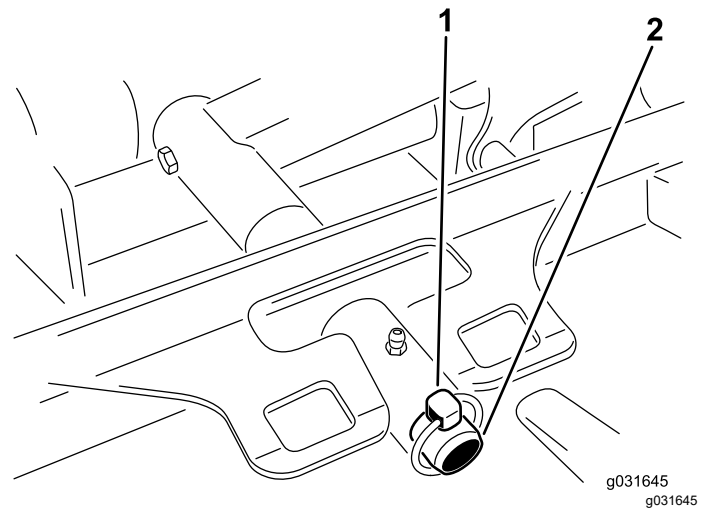

Figura 70
3. Scoatei tiftul de prindere sau piulia de refixare care fixează cadrul suportului unității de tăiere de tiftul pivotului braului de ridicare (Figura 70).
3. Glisai cadrul suportului unității de tăiere pe tiftul de pivotare al braului de ridicare i fixai-l cu tiftul de prindere sau piulia de fixare (Figura 70).